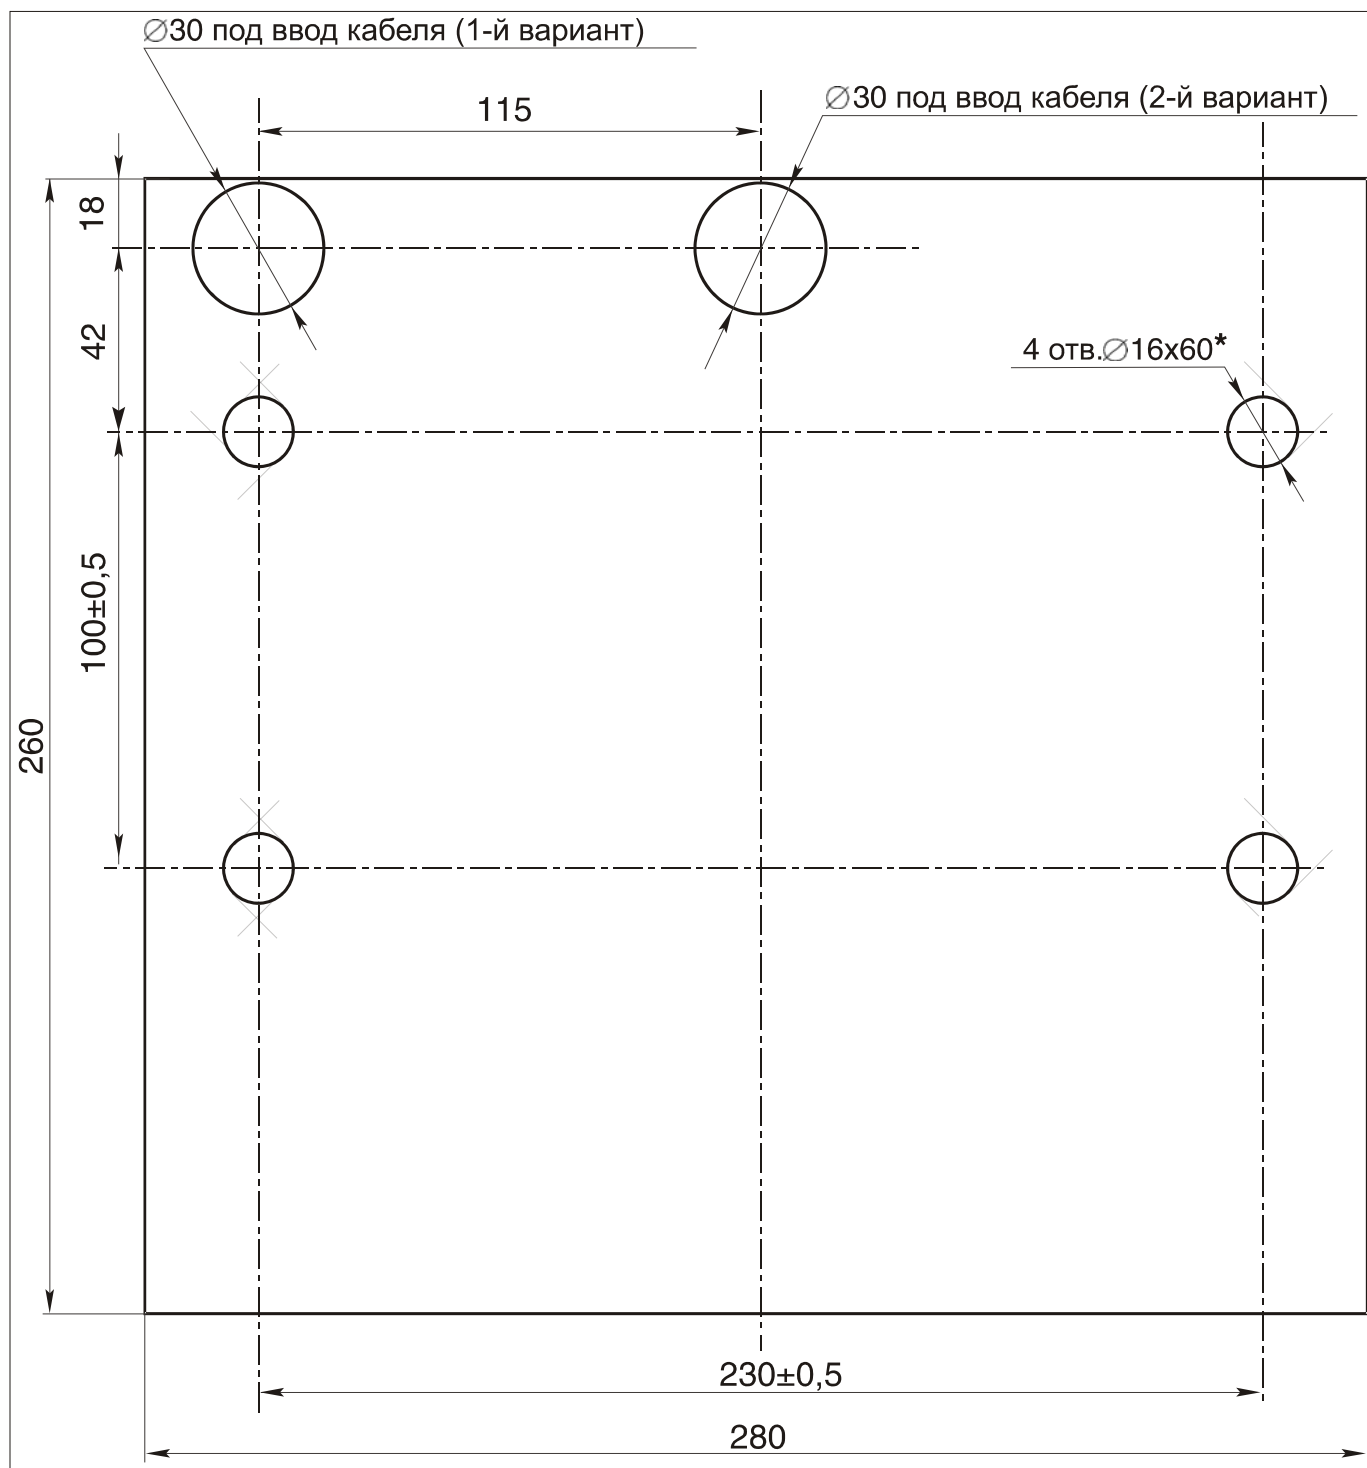

Рисунок 9 – Разметка отверстий в полу под крепление стойки турникета и отверстия для ввода кабелей
8.4.2 Подготовьте в полу отверстия под гильзы анкеров (15) для крепления стойки турникета (см. рисунок 9).
Примечание – При необходимости прокладки кабелей под поверхностью пола подготовьте в полу кабельный канал, подходящий к отверстиям для ввода этих кабелей в стойку турникета (вариант 1 или 2, рисунок 9). Установку и крепление стойки турникета производите после прокладки всех кабелей в кабельном канале и внутри стойки турникета.